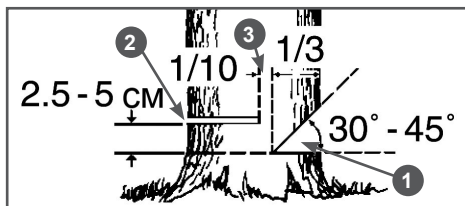

Рис. 14 Расположение запила, пропила и недопила
- Начните пилить с той стороны дерева, куда оно должно упасть (Рис. 14). Сделайте запил 1 с той стороны, куда должно упасть дерево, глубиной примерно 1/3 диаметра ствола и под углом от 30 до 45 градусов (Рис. 14). Линия стыка двух пропилов, образующих запил, называемая направляющей линией, должна располагаться как можно более горизонтально и под углом 90 градусов к направлению валки.
жен оставаться недопил 3 примерно 1/10 диаметра ствола. Вставьте временно клин в пропил 2 (Рис. 14). Недопил 3 действует как шарнир и позволяет контролировать падение дерева (Рис. 14).
*Ни в коем случае не допиливать до конца недопил 3 (Рис. 14), так как вы не сможете контролировать направление падения дерева.*